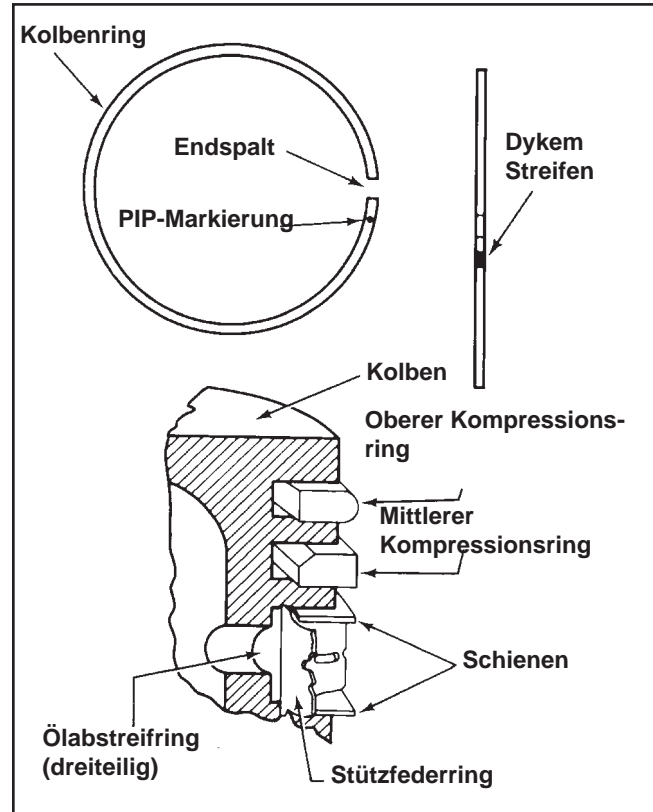

Abbildung 10-8. Installation der Kolbenringe.
- HINWEIS:** Die Ringe müssen korrekt installiert werden. Anweisungen zur Ringmontage liegen gewöhnlich den neuen Ringsets bei. Befolgen Sie die Anweisungen sorgfältig. Verwenden Sie für die Ringmontage eine Kolbenringzange. Installieren Sie zuerst den unteren Ring (Ölabstreifring) und zuletzt den oberen Kompressionsring. Siehe Abbildung 10-8.